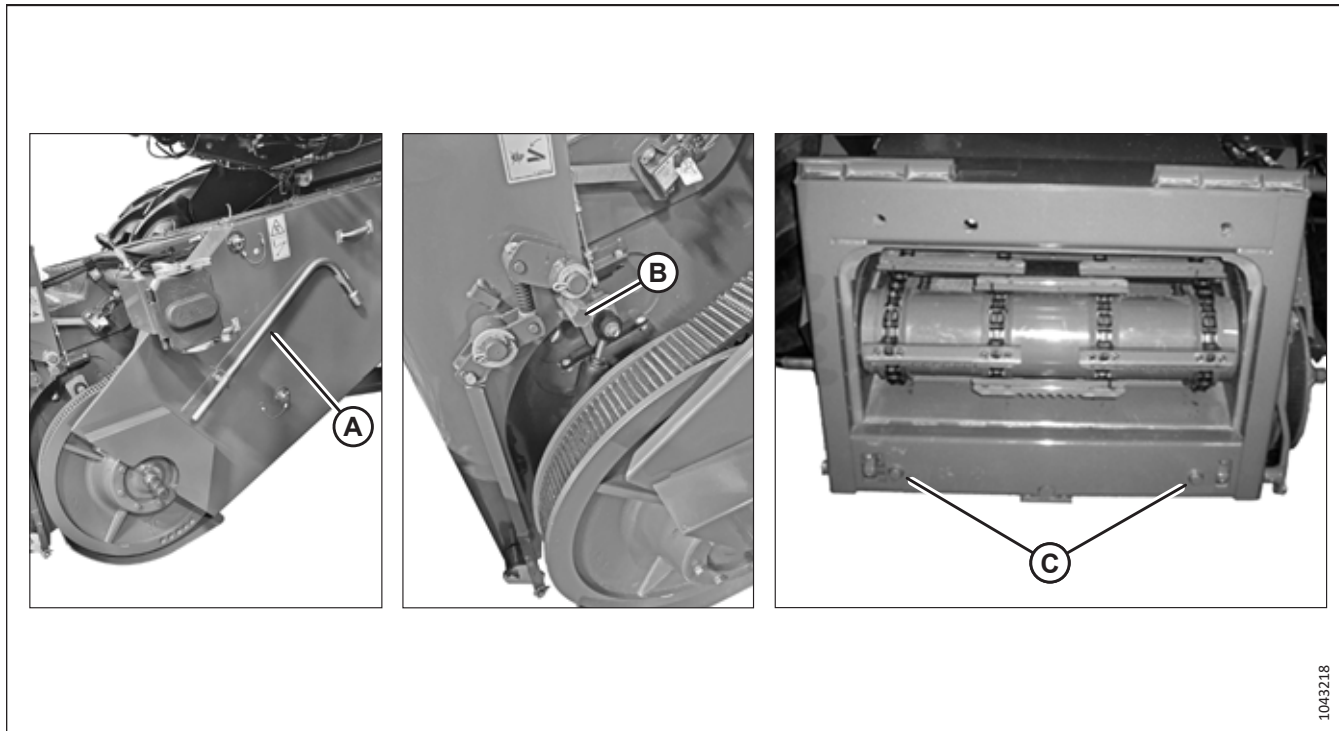

Figure 3.91: Convoyeur
Assurez-vous que les goupilles d'alignement (C) (voir figure 3.91, page 88) du convoyeur s'alignent avec les trous (B) dans le châssis du module de flottement.